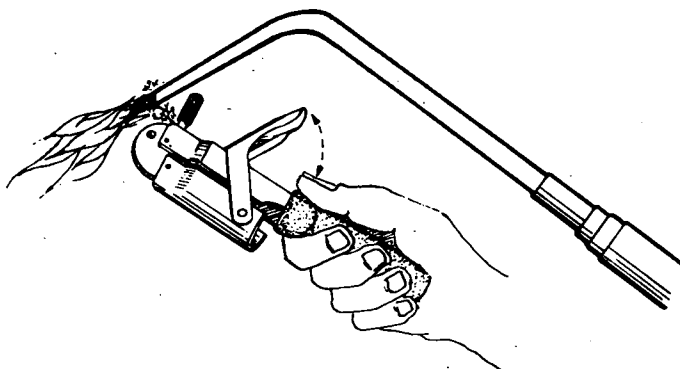

Fig. 5
- b Acione o acendedor (fig. 5).